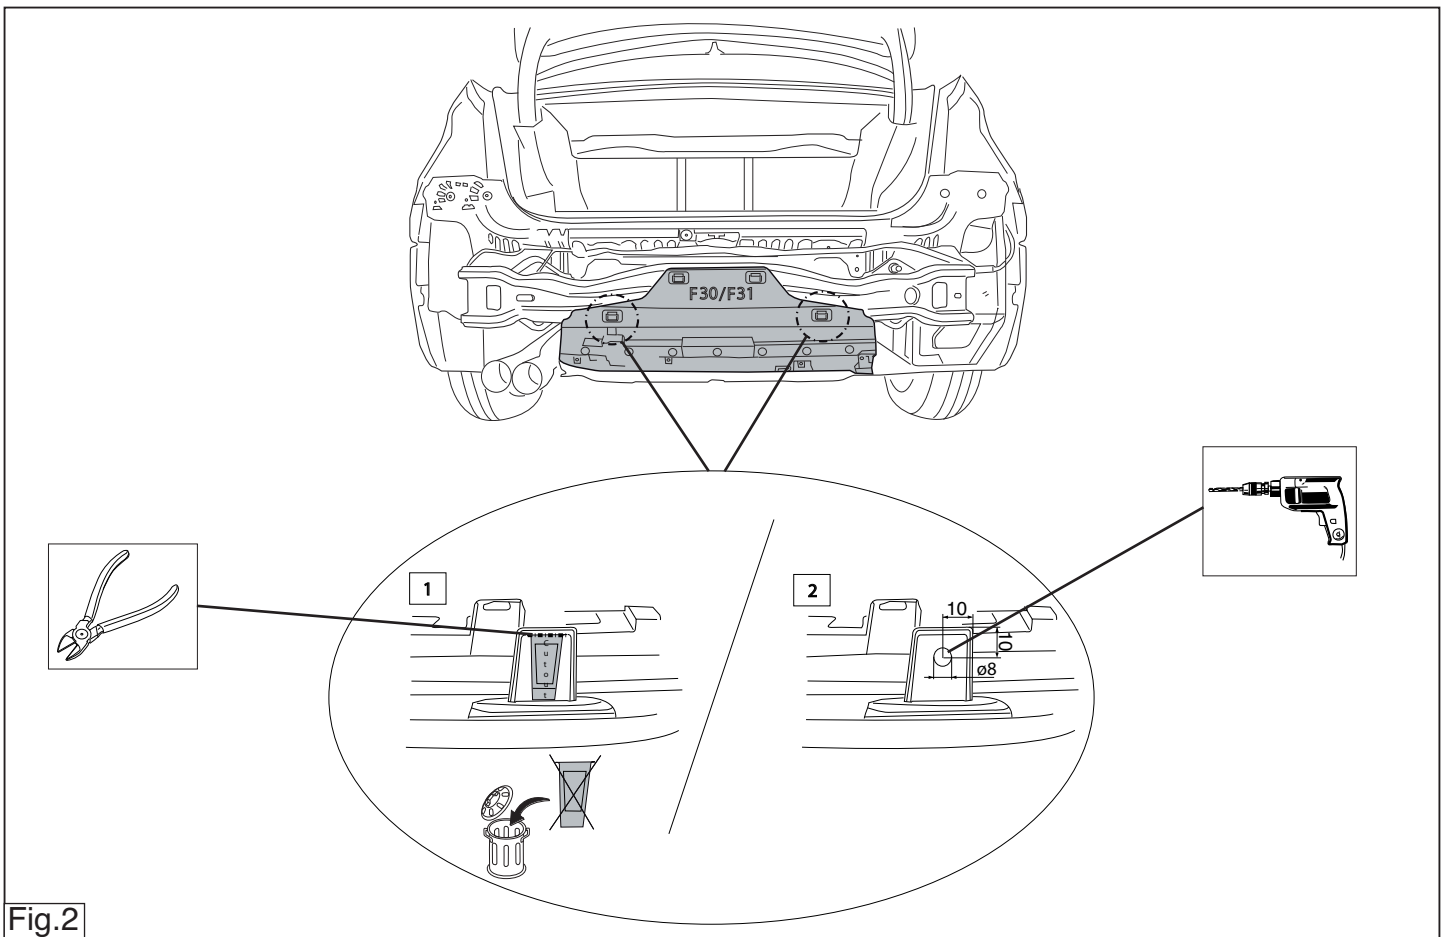

Fig.2
4. Drill the holes B (ø8mm) in the plastic cap. See fig. 2.
4. Boor in de kunststof kap de gaten B ø 8mm. zie fig. 2
3. Bohren Sie die Löcher B (ø 8 mm) in die Kunststoffkappe, s. Abb. 2.
3. Percer dans le capuchon en plastique les trous B ø 8 mm - voir fig. 2.
3. Borra hålen B (ø 8 mm) i plastkåpan. Se fig. 2.
* Percer dans le capuchon en plastique les trous B ø 8 mm - voir fig. 2.
3. Bor hullerne B 8mm i kunststofhætten. Jævnfør fig. 2.